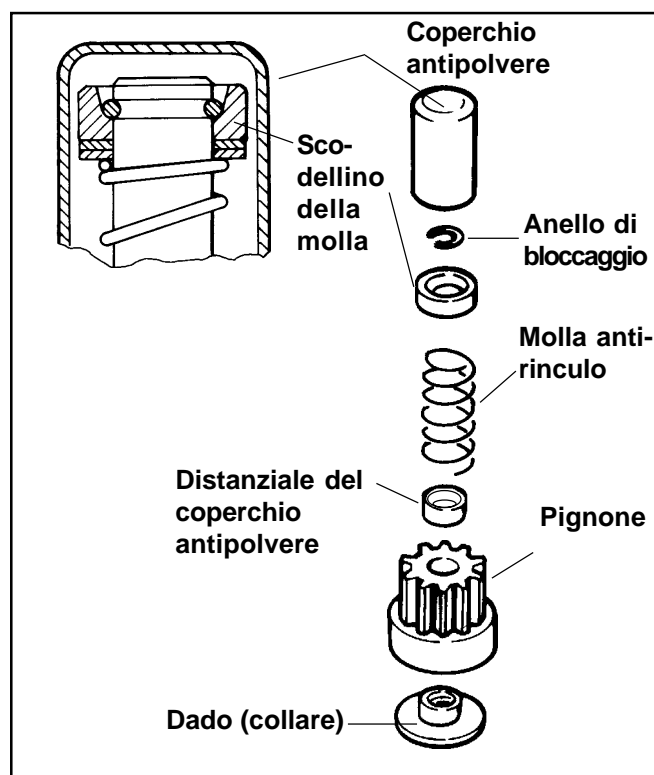

Figura 8-31. Componenti di innesto, motorino di avviamento con innesto inerziale "legato".
1. Il coperchio antipolvere in gomma è dotato di un labbro sagomato all'interno che si inserisce in una scanalatura del relativo distanziale (vedere Figura 8-31). Girare il pignone in senso orario finché non raggiunge la posizione completamente estesa. Tenendolo in posizione estesa, afferrare la punta del coperchio antipolvere con un paio di pinze oppure con una morsa e staccarlo dal distanziale.
3. Facendo nuovamente riferimento alla Figura 8-31, afferrare lo scodellino della molla e premerlo verso il motorino di avviamento comprimendo la molla anti-rinculo ed esponendo l'anello di bloccaggio.